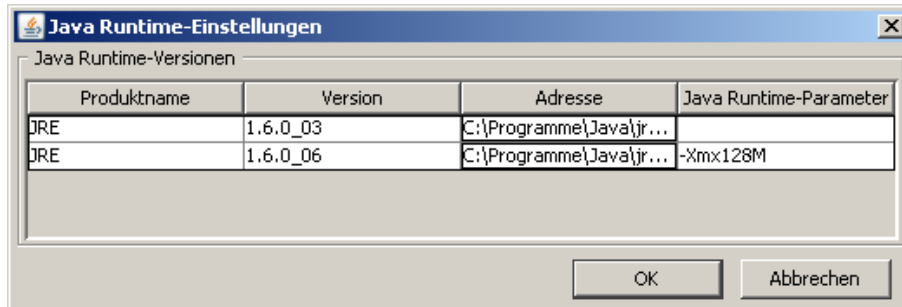

Bild 6: Java Runtime-Einstellungen
- Um unter Windows mehr Arbeitsspeicher für JAVA zu erlangen, geben Sie als Parameter ein: -Xmx128M (Bild 6)